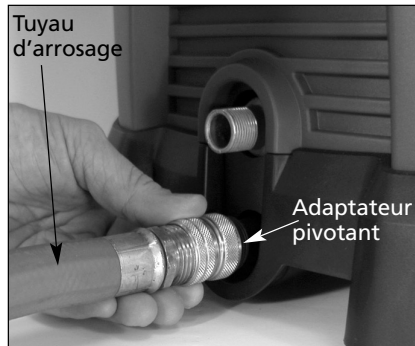

Figure 7 - Connexion de tuyau d'arrosage
2. Brancher le tuyau d'arrosage à l'adaptateur pivotant comme illustré dans la Figure 7.